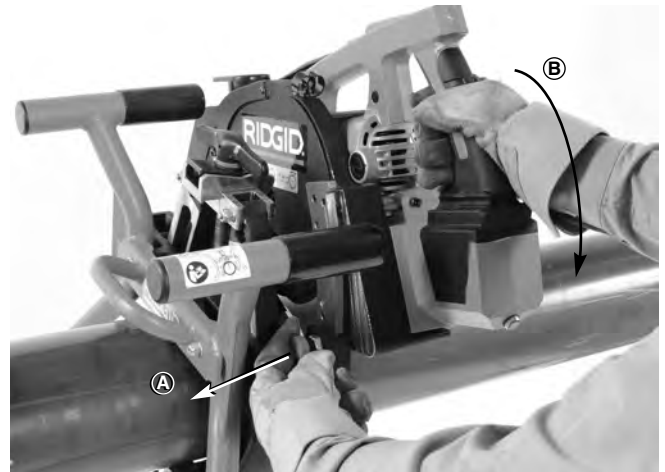

Figure 14 – Désengagement du verrou de plongeur
4. Tenez la poignée de la scie fermement de votre main droite, puis tirez le verrou à ressort du plongeur de la bride jusqu'à ce qu'il se désengage de la position de départ de la scie (A) comme indiqué à la Figure 14.